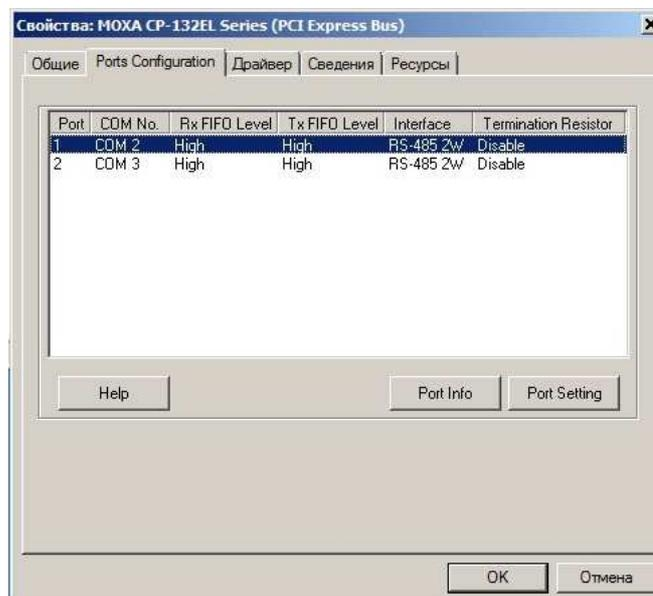

Рис. 8.26
• в открывшемся меню выполните пункт «свойства», откроется окно со свойствами адаптера, перейдите на вкладку «Port Configuration» (см. Рис. 8.26);